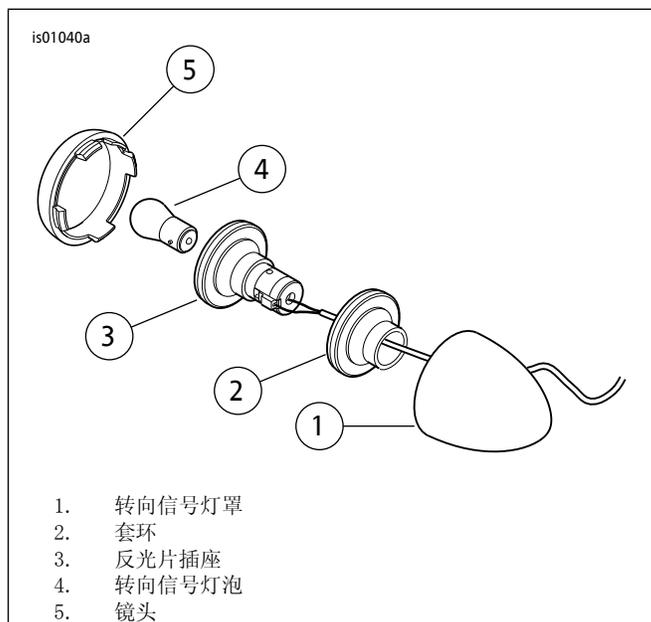

图5。前转向信号
3. 转向信号线位于把手内部的2012年款及之后车型: 参见图5。按照下述方式更换转向信号灯的反光片插座: